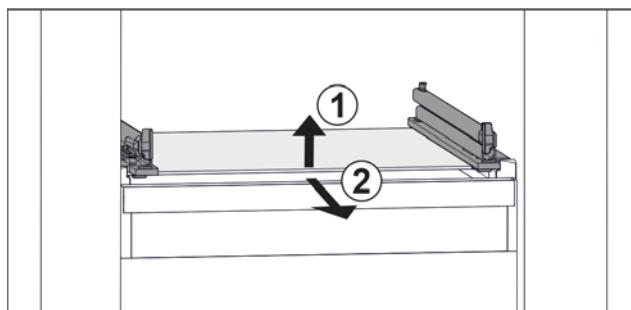

Fig. 47 Примерное отображение стеклянной пластины
- Приподнимите стеклянную пластину спереди. Fig. 47 (1)
- Извлеките стеклянную пластину движением вперед. Fig. 47 (2)